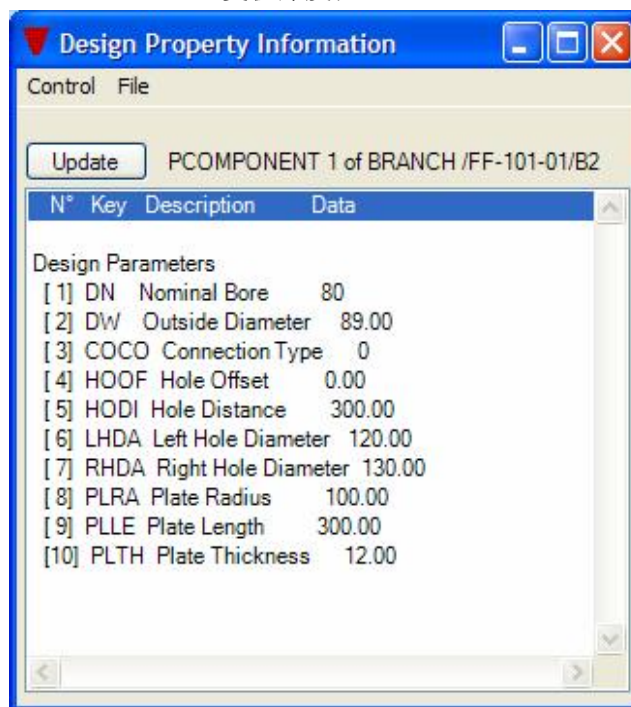

图 3 双联复板参数
b)然后，为双联复板创建参数。本例创建了以下参数，也可根据需要增加。如图 3 所示。